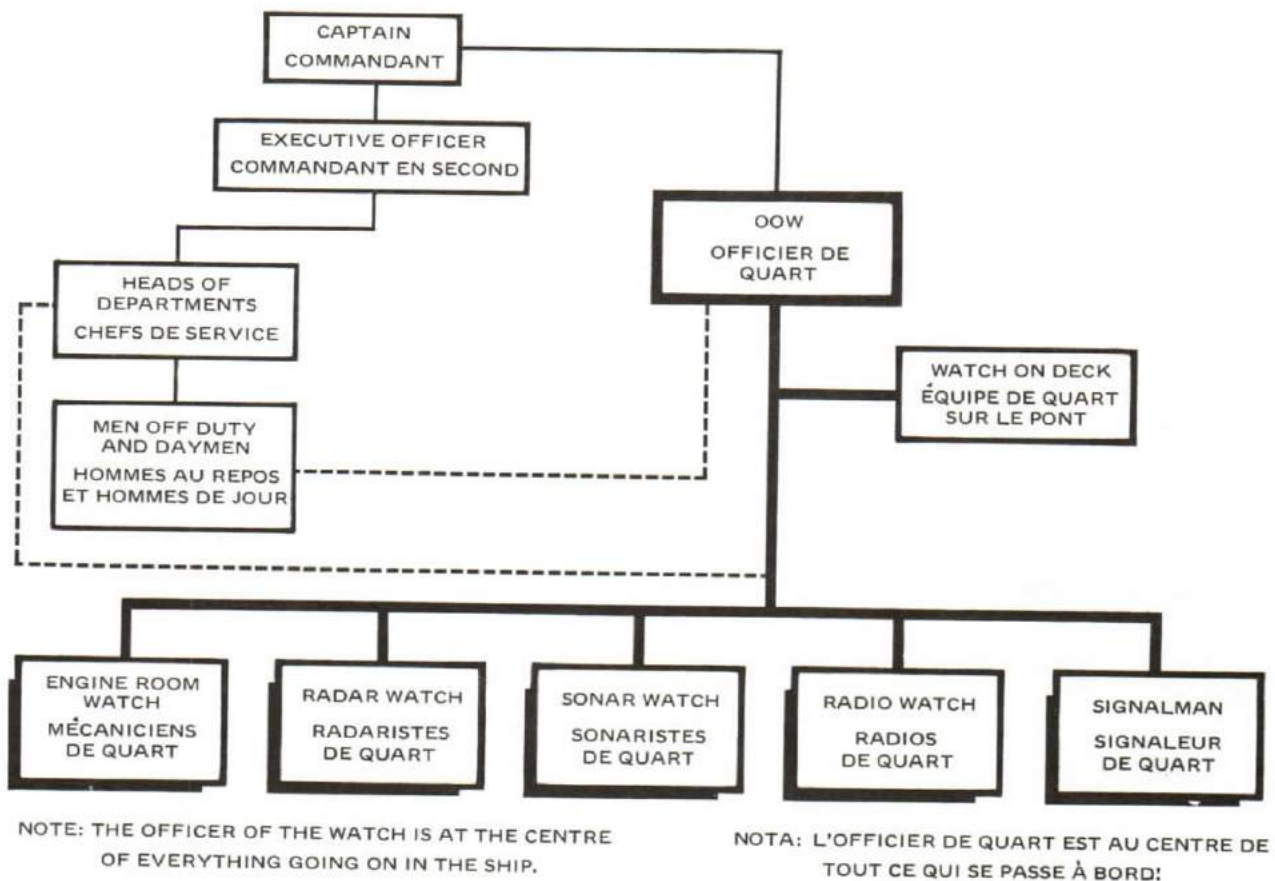

Figure 5-7
6. It is clear by now that at sea each department has a watch of men closed up to do its part in the running of the ship. See Figure 5-7.
6. Il est donc maintenant évident, qu'en mer, chaque service compte une équipe d'hommes à leur poste, prêts à participer à la manoeuvre du navire (voir la figure 5-7).